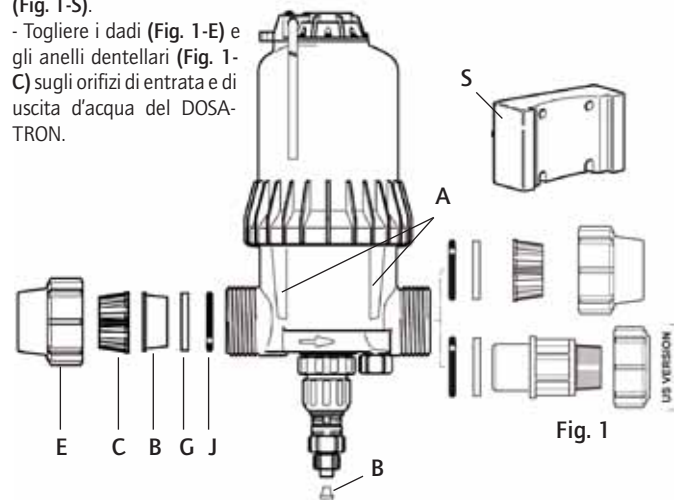

Fig. 1
- Inserire il dosatore nel supporto spostando leggermente i bracci del supporto per incastrare i 4 naselli del corpo principale (Fig. 1-A) negli orifizi corrispondenti del supporto (Fig. 1-S).
- Togliere i dadi (Fig. 1-E) e gli anelli dentellari (Fig. 1-C) sugli orifizi di entrata e di uscita d'acqua del DOSATRON.
- Rimuovere i tappi di protezione (Fig. 1-B) che ostruiscono gli orifizi del suo DOSATRON prima di collegarlo alla rete d'acqua.
- Assicurarsi del buon funzionamento all'entrata e all'uscita del sistema di ermeticità. Sistemare prima la guarnizione tubolare (Fig. 1-J) e poi l'anello (Fig. 1-G).